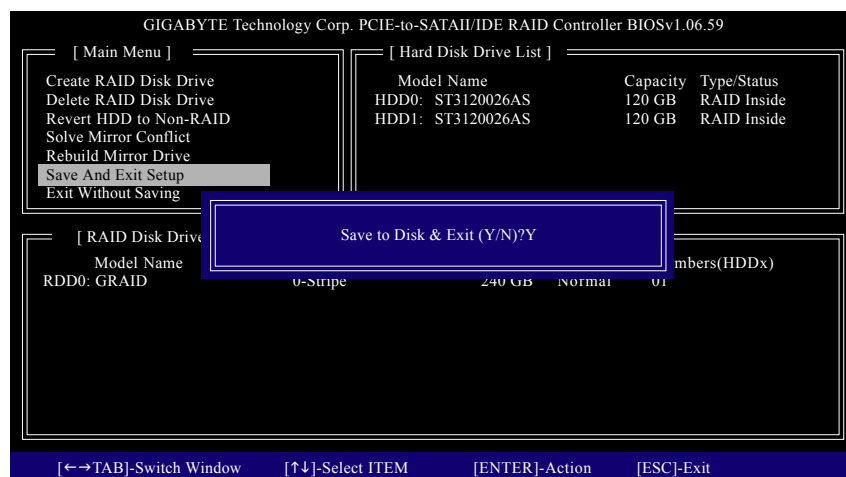

図 10
7. **セットアップを保存して終了:** RAID アレイを設定した後、メインスクリーンで **Save And Exit Setup** アイテムを選択し設定を保存してから RAID BIOS ユーティリティを終了し、<Y>を押します (図 10)。